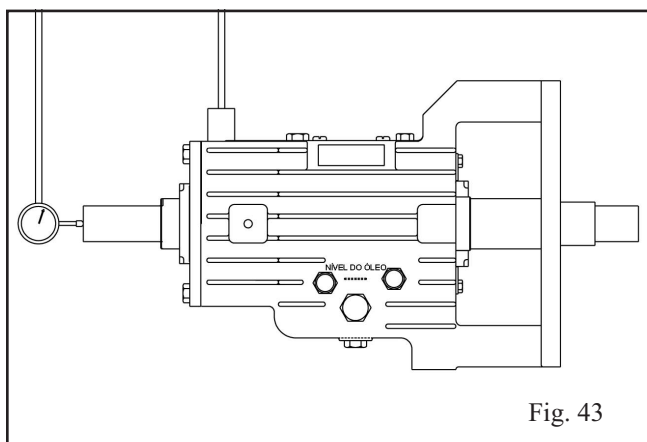

Fig. 43
- a. Monte o comparador conforme mostrado na Fig. 43.
- b. Aplique força axial na extremidade do impulsor do eixo (122) e pressione firmemente o mancal de impulso (112) contra o ombro na estrutura do mancal (228).
- c. Aplique força axial na direção oposta e pressione firmemente o mancal de impulso (112) contra a tampa da extremidade do mancal de impulso (109A).